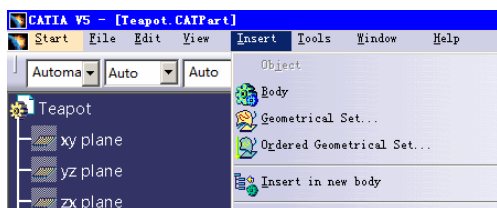

图 3-185
- >>> 步骤01 选择 Insert → Body 命令，建立一个新的组件 Body.2，如图 3-185 所示。